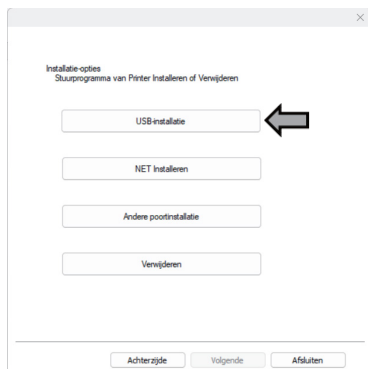

Bild 4
④ Gå till alternativet "USB-installation" på skärmen "Installationsalternativ" och vänta tills drivrutinsinstallationen är klar (se bild 4 och 5).